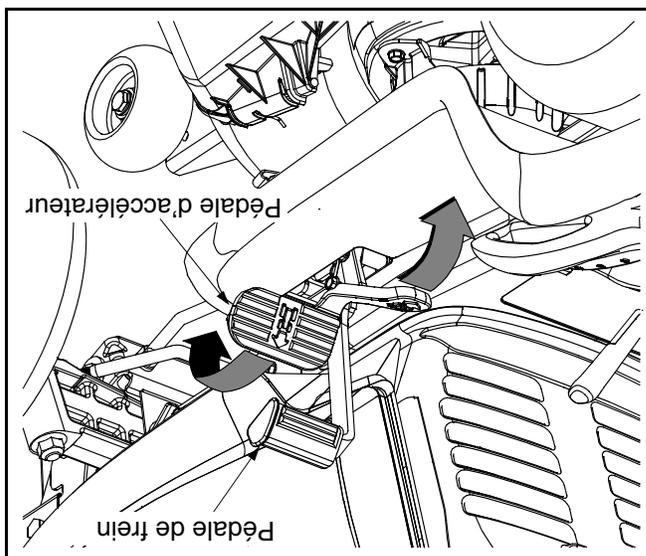

Figure 10
• Pour vous déplacer en MARCHÉ AVANT, appuyez lentement sur la partie supérieure de la pédale d'accélérateur jusqu'à l'obtention de la vitesse désirée. Voir la Figure 10.
• Pour vous déplacer en MARCHÉ ARRIÈRE, assurez-vous qu'il n'y a pas d'obstruction derrière vous, puis appuyez lentement sur la partie inférieure de la pédale d'accélérateur avec la plante de votre pied (et pas votre talon) jusqu'à l'obtention de la vitesse désirée. Voir la Figure 10.